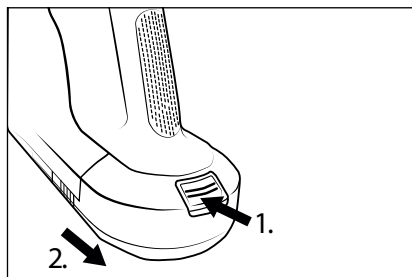

Fig. 13
- ◆ For at fjerne batteriet  fra produktet, skal du trykke på oplåsningsknappen til batteriet  og tage batteriet  ud af produktet (se fig. 13).